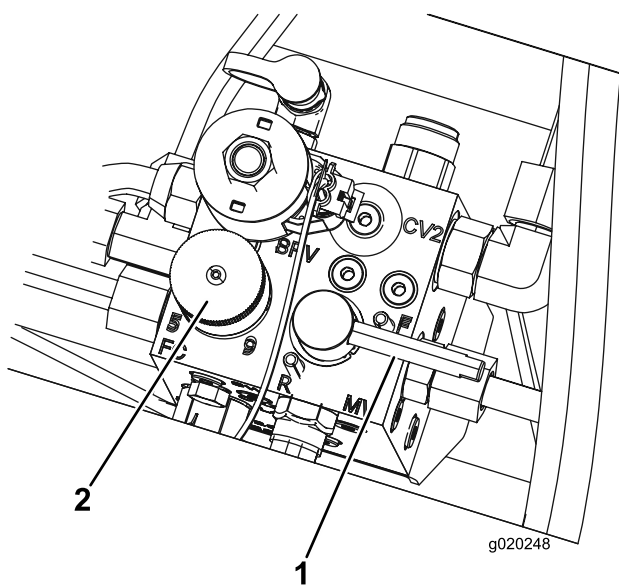

Figure 99
5. Réglez le bouton de commande de vitesse des cylindres à la position 1 (Figure 99).
6. Tournez le levier de rodage à la position R (rodage) (Figure 99).